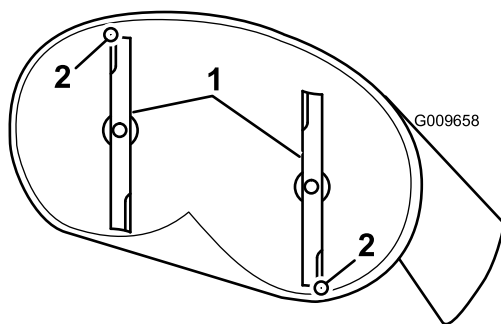
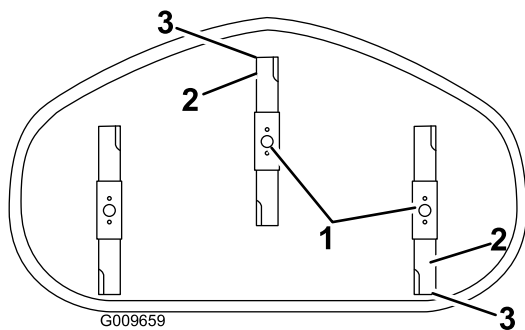

Figura 62
Figura 63
4. Girate con cautela le lame in modo che siano disposte longitudinalmente (Figura 62 e Figura 63).
5. Misurate il valore dalla punta della lama anteriore e dalla punta della lama posteriore alla superficie piana (Figura 62 e Figura 63).
9. Dopo la regolazione, ricontrollate l'inclinazione longitudinale e continuate la regolazione del dado finché la punta della lama anteriore non è più bassa di 1,6-7,9 mm rispetto a quella posteriore (Figura 62 e Figura 63).